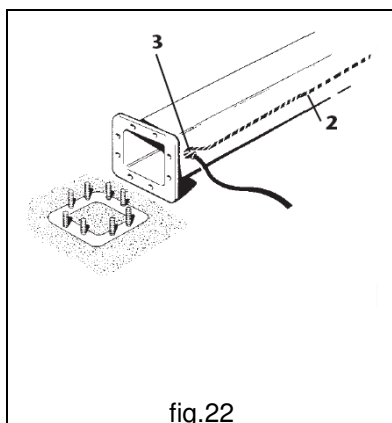

fig.22
- b. Nel caso il cavo **1** provenisse dall'esterno, introdurre lo stesso nella colonna tramite l'apposito passacavo **3** posto alla base della colonna, fino a raggiungere il foro **2** alla sommità (fig.22)